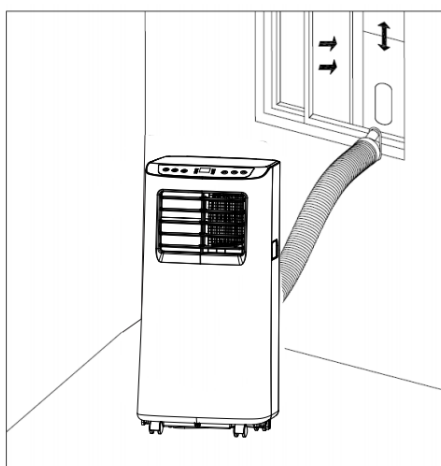
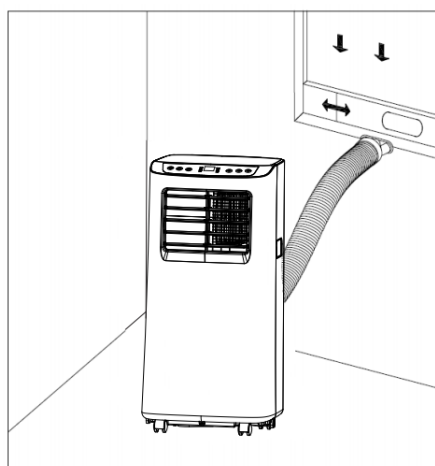

Bild 5
Bild 6
3) Förläng utblåsröret och knäpp fast utblåsrörets platta ände i hålet på förseglingsplattan för fönstertätning (se bild 5 och bild 6).